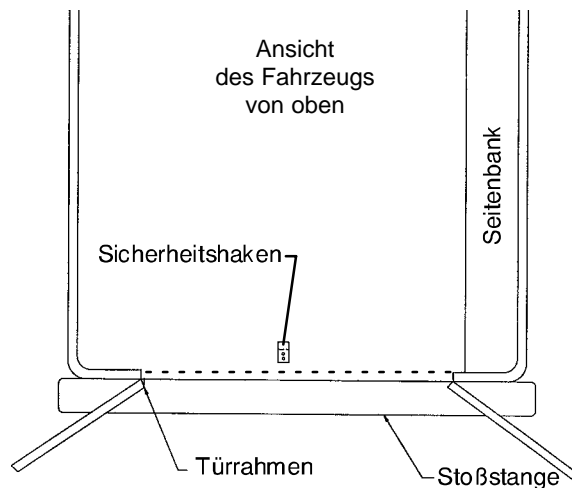

Abbildung 4 – Position des Sicherheitshakens
3. Der Sicherheitshaken soll in der Mitte des Sicherheitsbügels der Trage angebracht werden (Abbildung 4). Darauf achten, dass der Haken im Fahrzeug nach vorne zeigt.